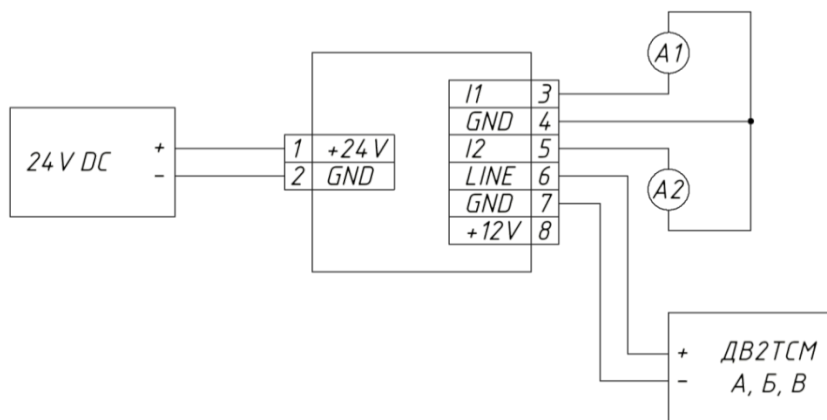
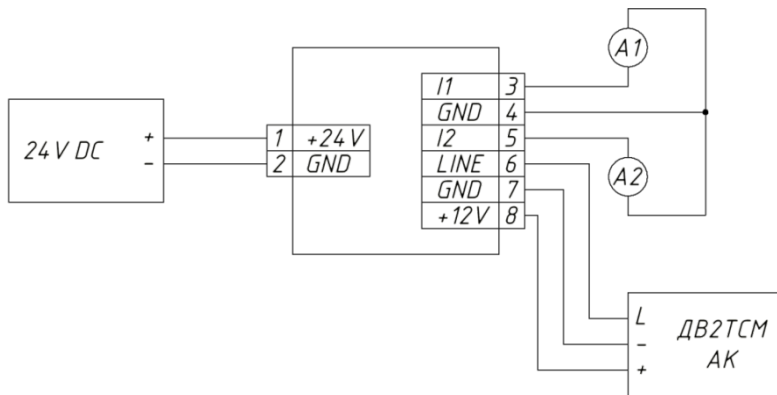

Рис.12. Подключение к блоку интерфейса измерительных преобразователей ДВ2ТСМ в исполнении А, Б и В.
Рис.13. Подключение к блоку интерфейса измерительных преобразователей ДВ2ТСМ-1Т-4П-В и ДВ2ТСМ в исполнении АК и Г.
7.7. В зависимости от исполнения измерительные преобразователи ДВ2ТСМ подключаются к блоку преобразователя интерфейса, строго соблюдая полярность, двухпроводным (рис. 12) или трехпроводным (рис.13) кабелем. Корпусной контакт разъема измерительного преобразователя (-) или белый провод для преобразователя с кабельным выходом подключаются к клеммному гнезду «7»-«GND». Центральный контакт разъема измерительного преобразователя (+) или красный провод для преобразователя с кабельным выходом подключаются к клеммному гнезду «6»-«LINE». Категорически запрещается подключать любой из проводников измерительного преобразователя ДВ2ТСМ в исполнении А, Б и В (кроме ДВ2ТСМ-1Т-4П-В) к клеммному гнезду «8»- «+12V».
7.8. Подключение преобразователя ДВ2ТТ20-Г к источнику питания и вторичным измерительным устройствам осуществляется по четырем проводам - по одной паре подается напряжение питания (цепи «1»-«+24V» и «2»-«GND»), по другой осуществляется съем токовых выходных сигналов. Подключение преобразователя к измерительной системе или вторичному прибору осуществляется согласно инструкции по эксплуатации последнего. Схема подключения преобразователя приведена на рис.12 и рис.13.